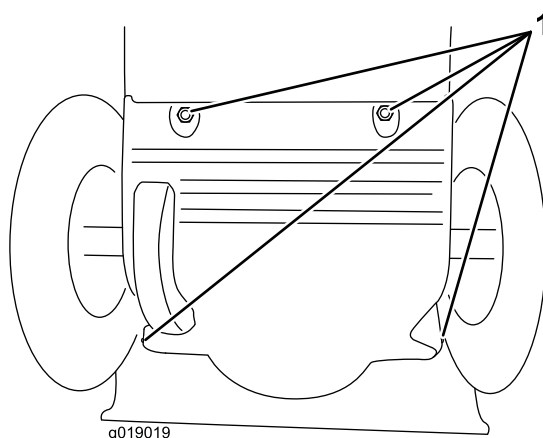

Figure 34
3. Déposez le couvercle arrière (Figure 34).